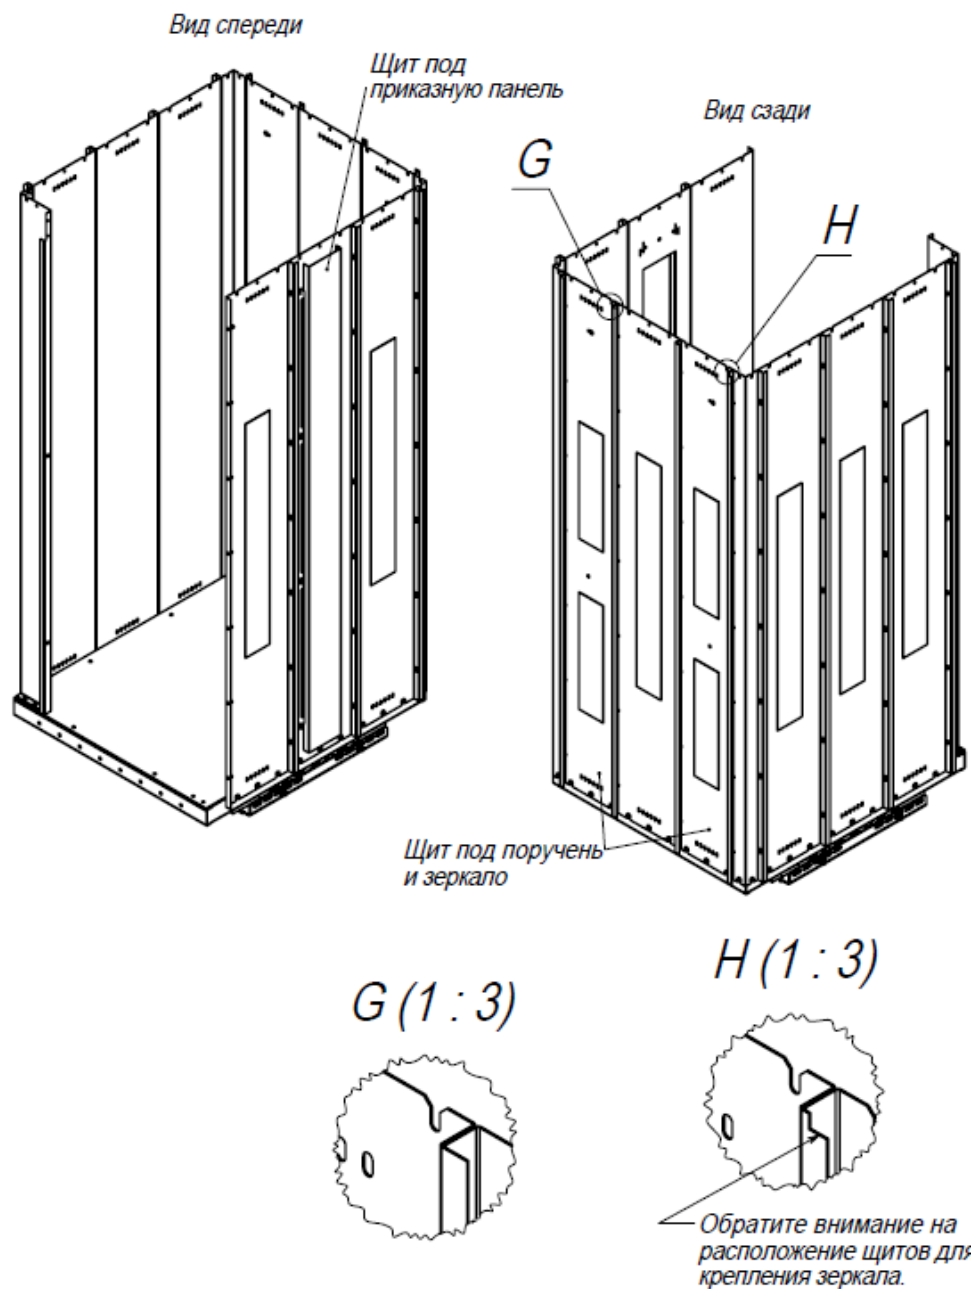

Рис.32
7.4.6. Смонтировать щиты по часовой стрелке согласно чертежу. Обратите внимание на установку щита под приказную панель, скоба должна быть снизу (рис.32).